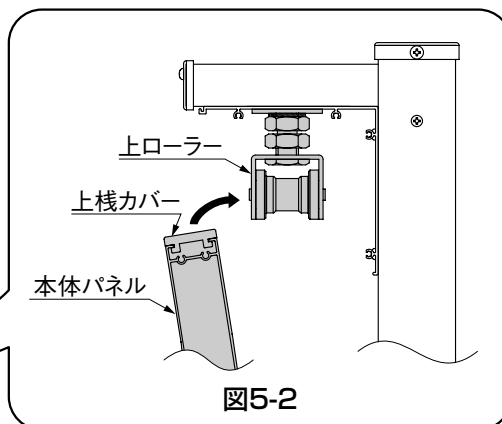

図5-2
- ❷ 上ローラーの下に本体パネルの上棧カバーがくるよう本体パネルを納めてください。（図5-2参照）